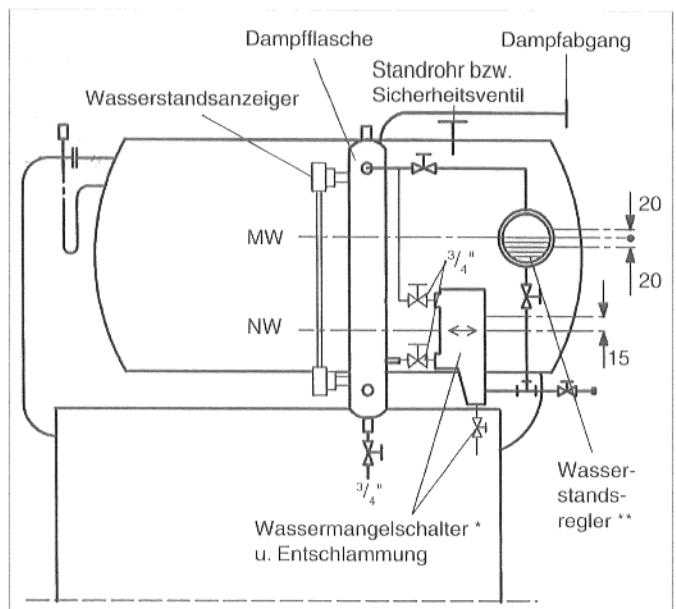

Abb. 18 Seitenansicht; Prinzipabb.
- * Der Ansprechdruck des Wassermangelschalters muß auf der Höhe der "NW" - Marke liegen, Schaltdifferenz + 15 mm (Abb. 18).
- ** Den Ansprechpunkt des Wasserstandsreglers auf die Höhe der "MW" - Marke legen, Schaltdifferenz ± 20 mm (Abb.18).